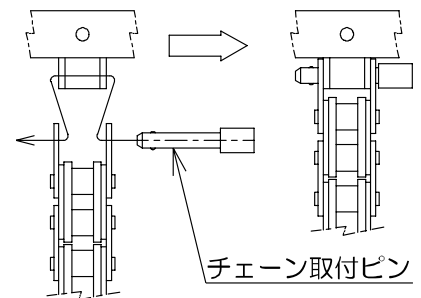

図1
- ③ 「クランプ本体」や「締め付けノブ」等に損傷や摩耗がある状態では使用しないで下さい。クランプ力不足による融着不良の原因となります。
- ④ チェーンクランプ本体の締め付けネジなどの可動部は常に清掃を行い、砂・ごみ等の異物が無いきれいな状態で使用して下さい。異物が付着したままクランプしますと、正常なクランプ力が得られず融着不良の原因となります。
- ⑤ 融着前の切削方法、融着の良否の判定、融着不良の場合の処置などについては、各EFシステムのマニュアルをご参照下さい。
- ① チェーンクランプのサドル押え部・締め付けノブ等に異物の付着が無いかを点検し、異物が付着していればウエス等で取り除いて下さい。
- ② チェーンクランプ各部のボルト・ナットが緩んでいないか点検し、緩みがあれば増し締めを行って下さい。
- ① 取付け前の確認事項
- ② 融着する継手・管の呼び径により、適切な「チェーン」を「チェーン取付ピン」で取り付けて下さい。(図1)
- ③ サドル型継手を融着する部分の管表面を切削(スクレープ)して下さい。